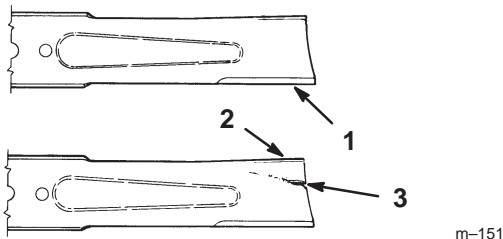

Figure 33
1. Inspectez les tranchants des lames (Fig. 33). Si elles ne sont pas tranchantes ou si elles présentent des indentations, déposez et aiguisiez les lames (voir Aiguisage des lames, page 33).
2. Inspectez les lames, surtout la partie incurvée (Fig. 33). Remplacez immédiatement toute lame endommagée, usée ou qui présente une entaille (repère 3 de la Fig. 33).